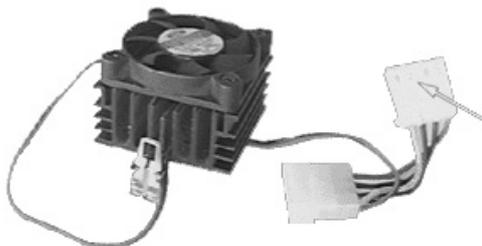

图 2-8 连接 CPU 风扇的电源
⑥ 安装风扇后，还要给风扇接上电源。电源的接法有两种：一种是从电源输出线中任意找一个“D”型插头与风扇电源线连接，如图 2-8 所示；另一种形式的安装是把插头插到主板提供的专用插槽上（主板说明书中有说明）。